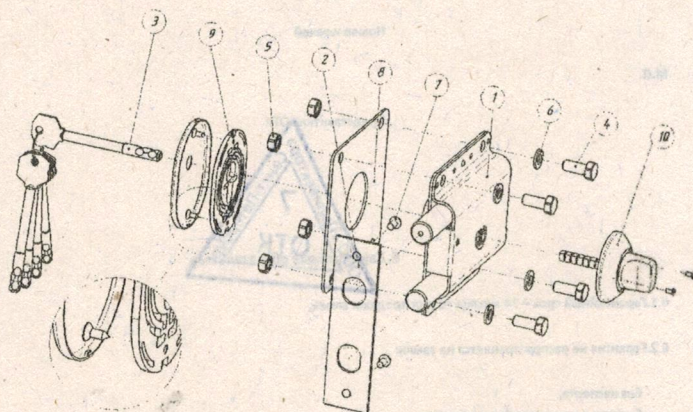

Рис. 2
2.1.3. На рис. 2 приведена схема установки замка «Барьер – Каре» во вкладном варианте.